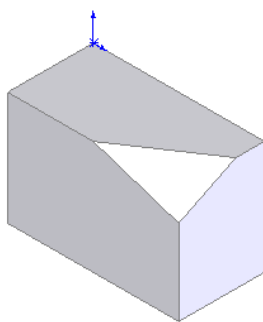

图 3-110 倒角的图形
**03** 确认倒角特征。单击“倒角”属性管理器中的“确定”图标按钮,结果如图 3-110 所示。